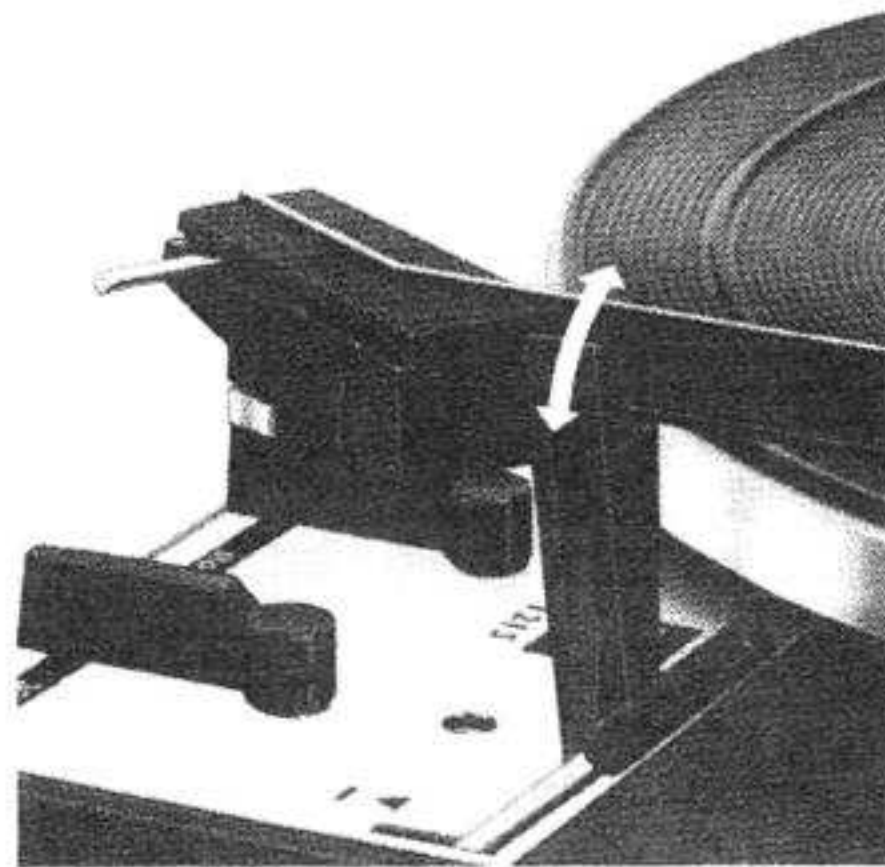

Fig. 7
Dann wählen Sie die erforderliche Plattenteller-Drehzahl ②, stellen die Drehtaste ③ auf den Schallplatten-Durchmesser (17, 25 oder 30 cm, bzw. 7, 10 oder 12") ein und entriegeln den Tonarm (Fig. 7).
**Bemerkung:** Nach dem Spielen der Schallplatte oder der letzten Platte eines Stapels kehrt der Tonarm automatisch auf seine Stütze zurück. Das Gerät schaltet sich aus. Es empfiehlt sich, nach Beendigung des Spieles den Tonarm zu verriegeln (Fig. 7).